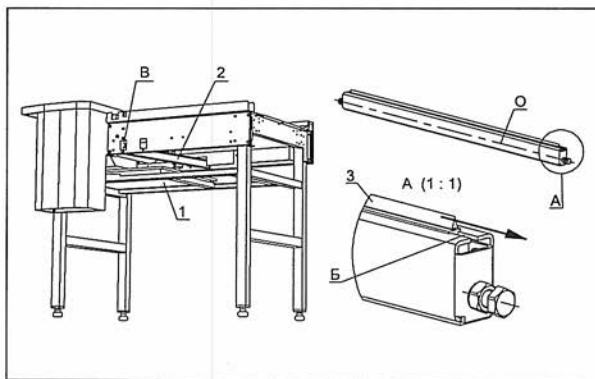

Рис.9
6. Очистка и замена чистящего элемента в очистителе транспортёрной ленты (рис.9)